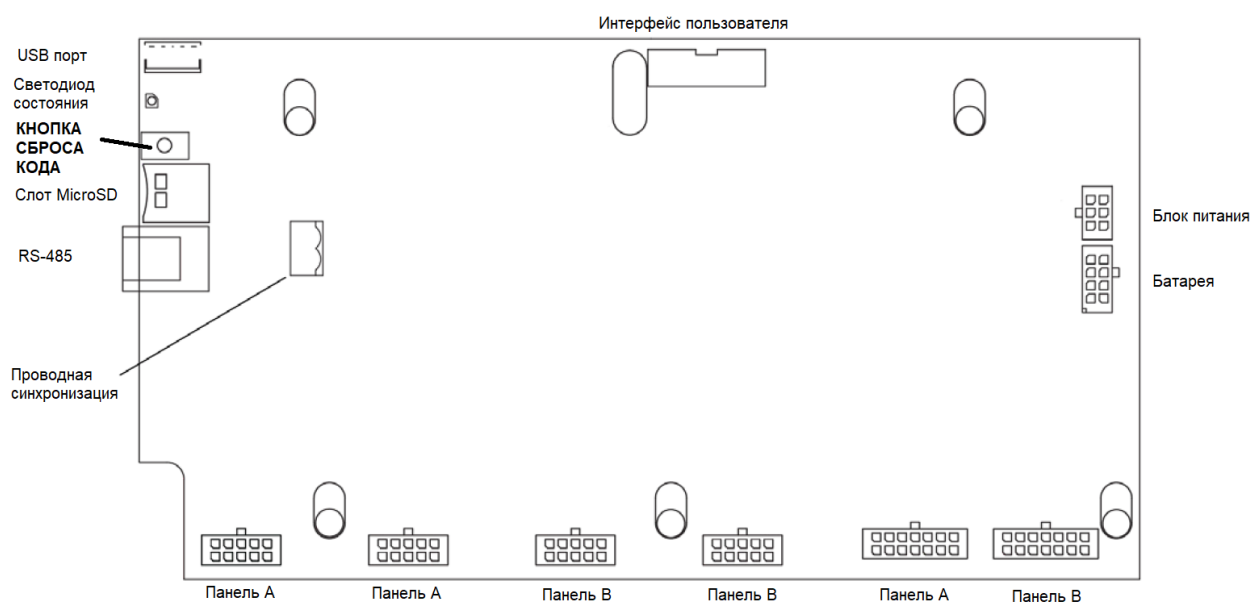

Рисунок 20
3. Включить питание, привести детектор в рабочее состояние, нажать и удерживать нажатой кнопку CODE RESET десять секунд (См. Рисунок 20). Кнопка расположена в левом верхнем углу платы контроллера.